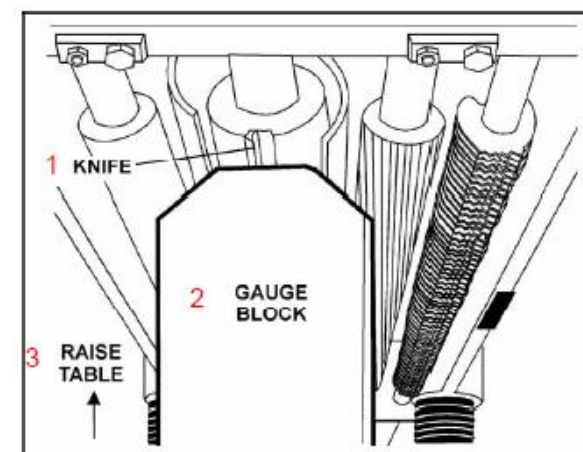

Рис. 21: 1 – нож, 2 – подъем стола, 2 - калибр
2. Поставить калибр (**Рис. 21**) на рабочий стол непосредственно под режущей кромкой ножа или режущей пластины, как показано на рисунке. Привести в легкий контакт с режущей кромкой, немного приподняв стол.